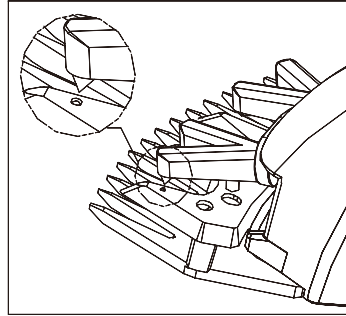

Fig. 11
- Kontrollera att skärbladet har fixerats i rätt läge / posisjon / position. Tapparna på båda / begge pressarfötterna / trykkføttene / trykfødder måste / skal vara inriktade mot de runda hålen / hullene / huller på det rörliga / bevegelige bladet (fig. 11). Dra nu åt / til / Stram justerhatten / justeringshjulet tills / indtil det rörliga / bevegelige skärbladets skäryta / skjæreflate / skæreflade kommer i kontakt med det fasta skärbladets skäryta / skjæreflate / skæreflade och tapparna på båda / begge pressarfötterna / trykkføttene / trykfødder går in i de runda hålen / hullene / huller på det rörliga / bevegelige skärbladet med ett visst motstånd.